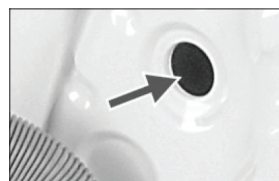

Рис. 3
3. Достаньте из пакета с принадлежностями 4 пластиковые заглушки «С» и закройте ими освободившиеся от болтов отверстия (рис. 3).